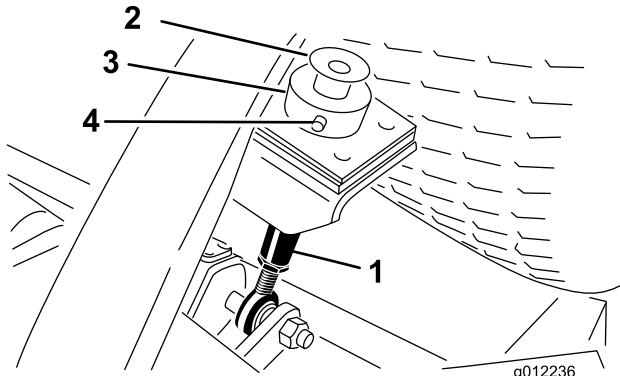

Figure 25
3. Retirez la goupille fendue et l'axe de chape qui fixent la bague de hauteur de coupe à la tige de réglage de hauteur de coupe à l'arrière du plateau de coupe (Figure 25). Retirez la bague de hauteur de coupe.